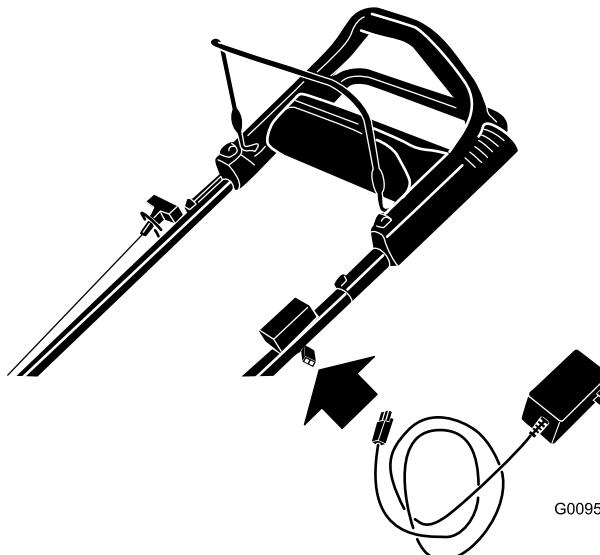

Figura 35
1. Conecte el cargador al arnés de cables, situado debajo del botón de arranque eléctrico (Figura 35).